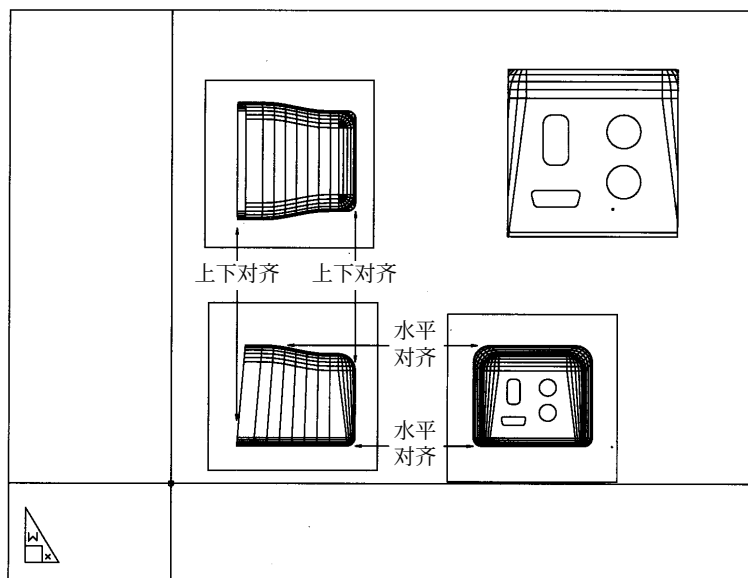

图 6-13
9) 既然已经设置好视图方向和比例，接下来就可以对齐三个主要视图。使用 PSPACE 命令或其等效操作，返回图纸空间。激活捕捉（Snap）模式，设置捕捉间距为 0.25，一个一个移动直至这三个视图上下左右对齐，如图 6-13 所示。借助模型的关键点，用目标捕捉建立移动的基点，很容易做到这一点。视口边框没有对齐，但这不是必然结果。